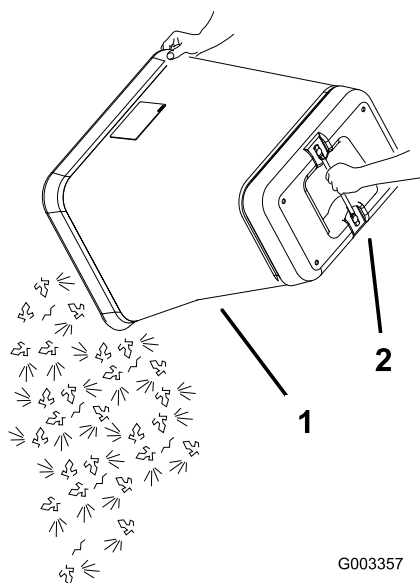

Figura 25
6. Sujete el asa situada en el fondo de la bolsa y vuelque ésta para vaciarla (Figura 25).